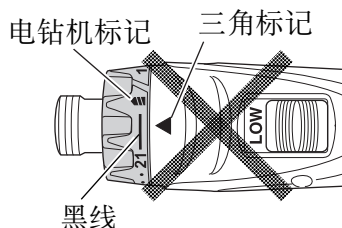

图 8
- 当离合器转盘位于“21”和钻机标记中部的黑线之间时，请勿使用本机，否则会造成损坏。（请参照图 8）